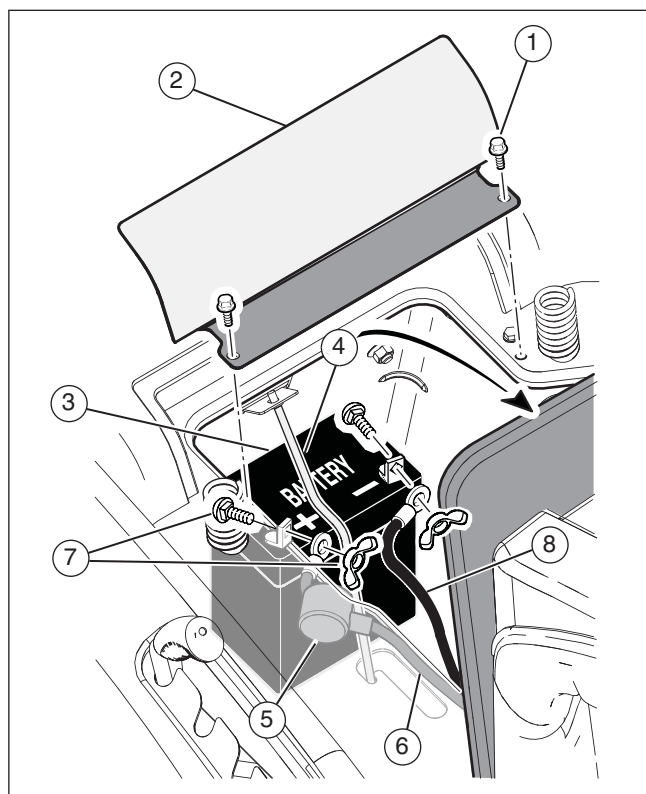

Figura 6
2. Togliere le due viti (1) e la copertura della batteria (2) (vedere Figura 6).
3. Guardare sul lato della batteria (3) e individuare la posizione della data della batteria.
1. Per scollegare l'elemento di tenuta della batteria (4), spingere in dentro la sua estremità più bassa (vedere **Figura 6**).
2. Togliere la batteria (3) attraverso l'apertura tra il motore e il supporto del sedile.
1. Togliere i cappucci di protezione dai terminali della batteria (vedere **Figura 6**).
2. Inserire l'elemento di protezione del terminale (5) sul cavo rosso (6).
3. Collegare il cavo rosso al terminale positivo (+) servendosi dei dispositivi di fissaggio (7).
4. Collegare il cavo nero (8) al terminale negativo (-) servendosi dei dispositivi di fissaggio (7).
5. Rimettere a posto la copertura della batteria (2) servendosi delle due viti (1).